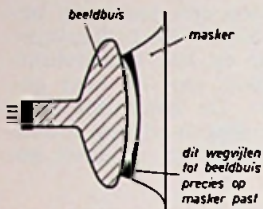

Fig. 4b
- d) Omdat de ronding van het scherm van de beeldbuis niet precies op het masker past, vijlen we de randen passend (zie fig. 4b).